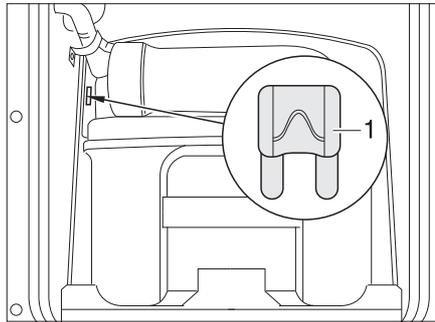
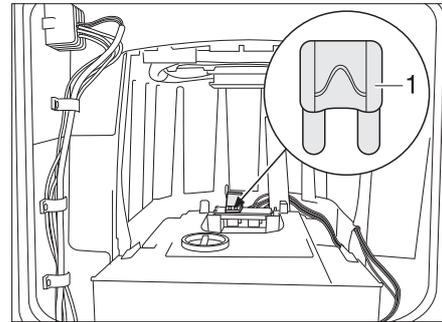

Bild 205 Sicherung der Thetford-Toilette
Bild 206 Sicherung der Thetford-Toilette (Alternative)
- Die Sicherung (Bild 205,1 bzw. Bild 206,1) wechseln.